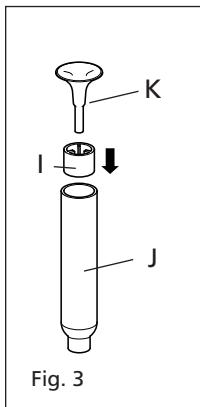

Fig. 3
1. Присоедините поддержку купола (I) к основному корпусу купола (J) и полностью вдавните её.
2. Расположите купол (K) на корпусе и нажмите для центральной установки. См. Рис. 3.